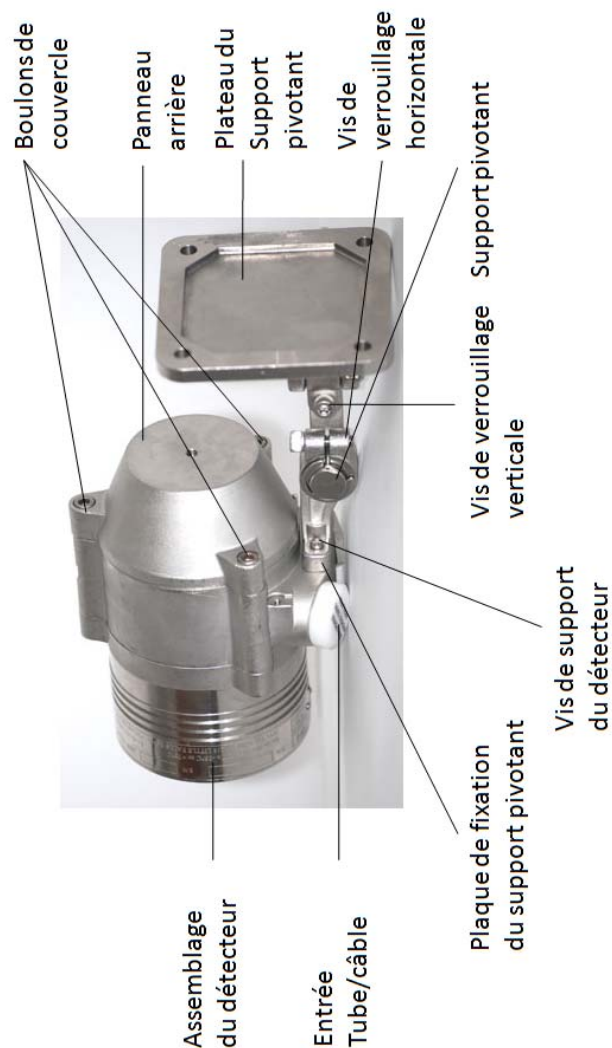

Figure 4 : Détecteur avec support pivotant
La Figure 4 montre le détecteur monté sur le support pivotant.
- 21** Remplacez le panneau arrière du détecteur puis fixez-le en serrant les quatre (4) vis à tête creuse sur les boulons du couvercle (Figure 4).